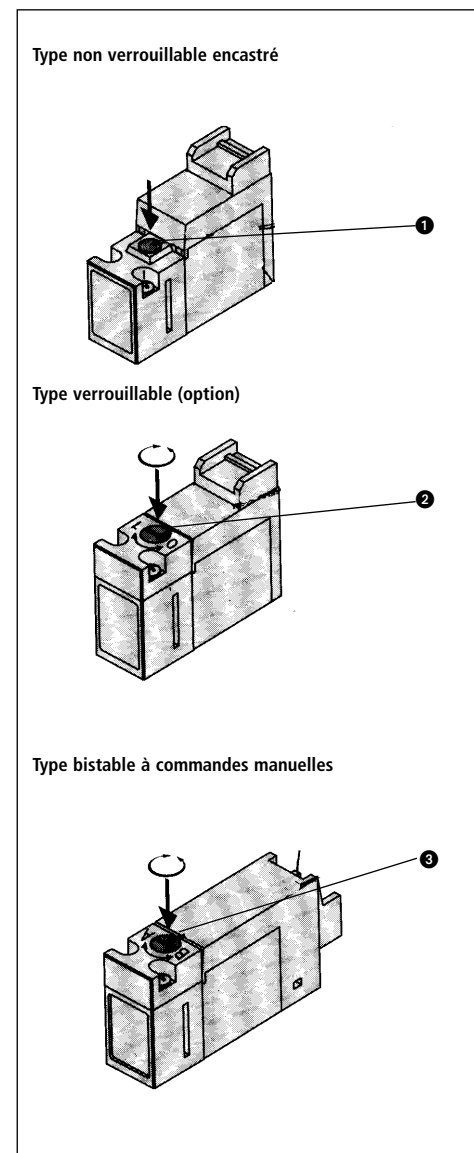

Fig 5
Commande manuelle de bobine (Fig. 5)
Poussez le bouton de commande manuelle 1 (Fig. 5) à fond (ON) (activée).
Commande manuelle verrouillable (Fig. 5)
Déverrouillage (Fig. 5)
Type à accrochage (Fig. 5)
Verrouillable (Fig. 5)